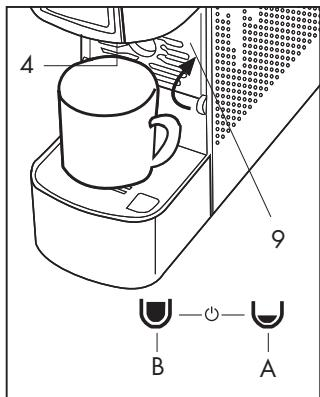
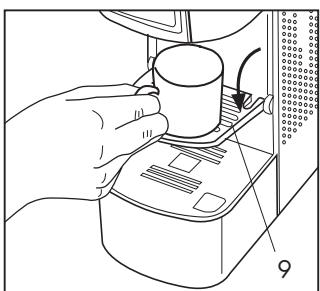

Fig. 5
Fig. 6
- Chiudere il supporto tazza piccola (9) e posare una grande tazza vuota sotto l'apertura di erogazione (4). Quando i tasti del pannello comandi (2) si illuminano in modo fisso la macchina è pronta per l'utilizzo. Premere il tasto (A) o (B) la macchina eroga acqua, premere nuovamente il tasto quando si è raggiunta la quantità d'acqua desiderata. La macchina è risciacquata quando almeno 3 bicchieri d'acqua sono stati erogati. (**Fig. 5**)
aprire il supporto (9) per preparare correttamente un caffè espresso e per utilizzare le tazze piccole (**Fig. 6**). Per l'utilizzo di tazze grandi, chiudere il supporto (9) e posizionare la tazza direttamente sulla griglia raccogligocce (5) (**Fig. 5**)